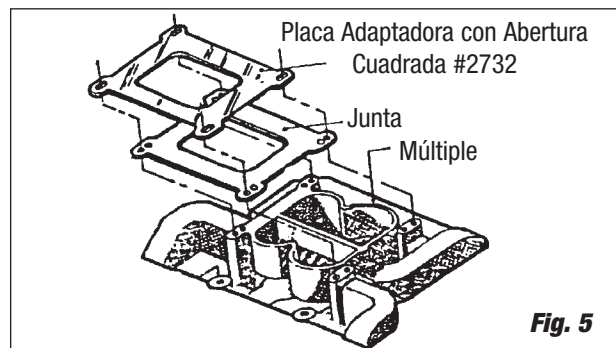

Fig. 5
- Usted debe de usar el adaptador #2732** cuando instale un carburador Serie Performer en ciertos múltiples en esas aplicaciones, instale el adaptador como se muestra (Ver Fig. 5).